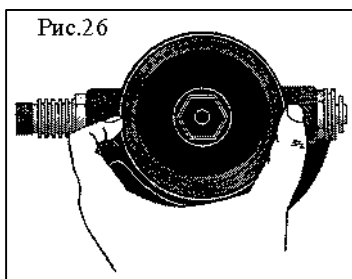

Рис.26
- Установите диафрагму в сборе с кольцом на фланец корпуса дыхательного автомата (29). Пальцами двух рук равномерно прижмите кольцо по периметру. Убедитесь в равномерной посадке диафрагмы на фланец корпуса дыхательного автомата. Рис. 26.